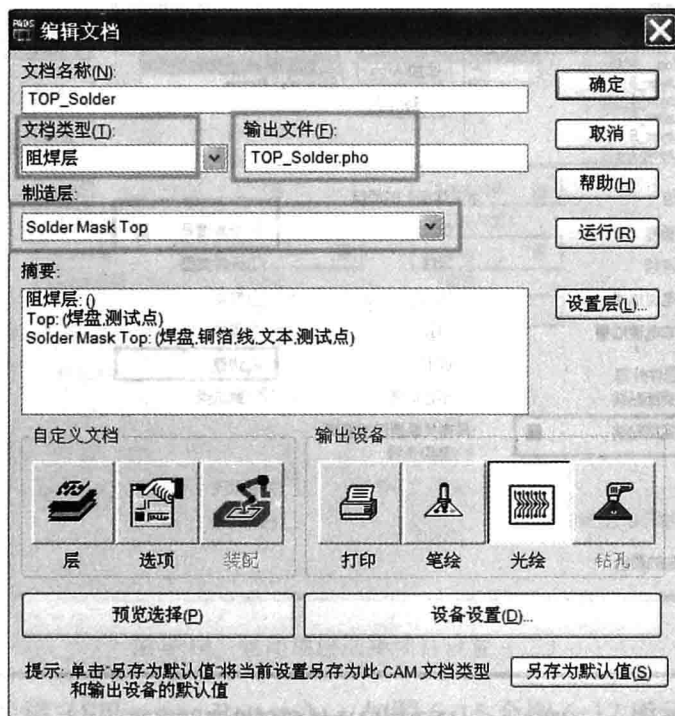
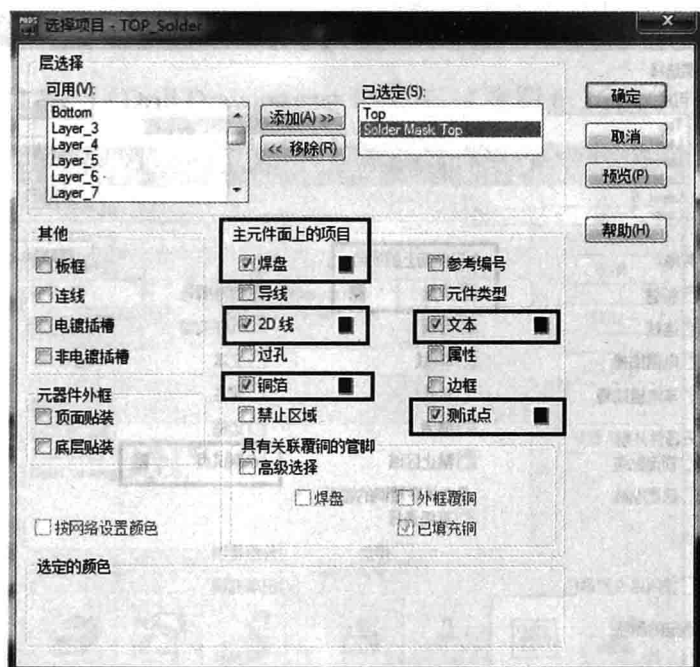

图 6-18 阻焊顶层 CAM 文档设置
图 6-20 阻焊顶层选择项目设置 (二)
(8) 设置阻焊顶层 (Solder Mask Top), 如图 6-18 至图 6-20 所示。
在图 6-18 中, 单击  图标, 在弹出的对话框中将“焊盘尺寸放大 (缩小) 至”改为 4。